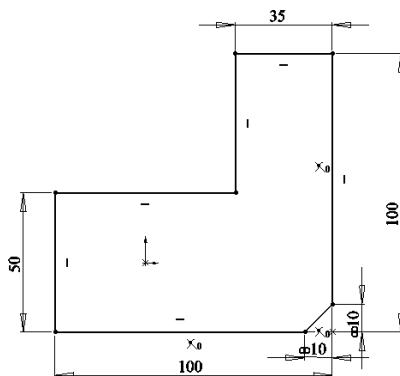

Рисунок 9.10 – Ескіз листової моделі
- використовуючи отримані навички, за заданим ескізом (рис. 9.10) побудувати твердотільну модель і перетворити її на листову модель, створити розгортку.